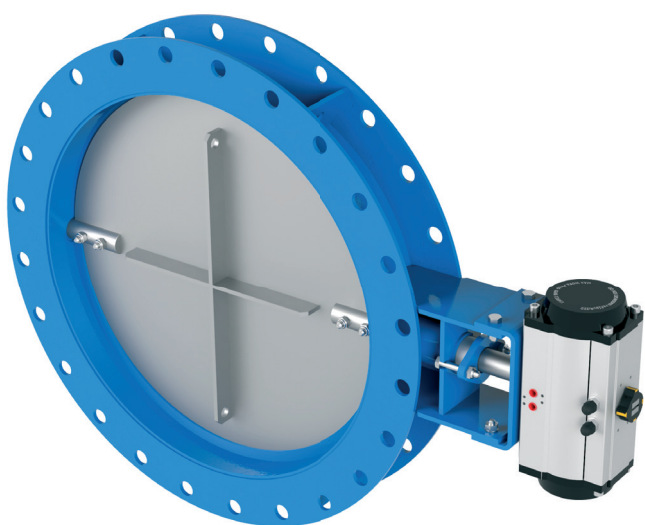

Fig. 6
- Azionamento pneumatico da ¼ di giro: Sono i più comuni in questo tipo di valvole a farfalla damper (fig. 6), sono montati direttamente sull'albero motore.